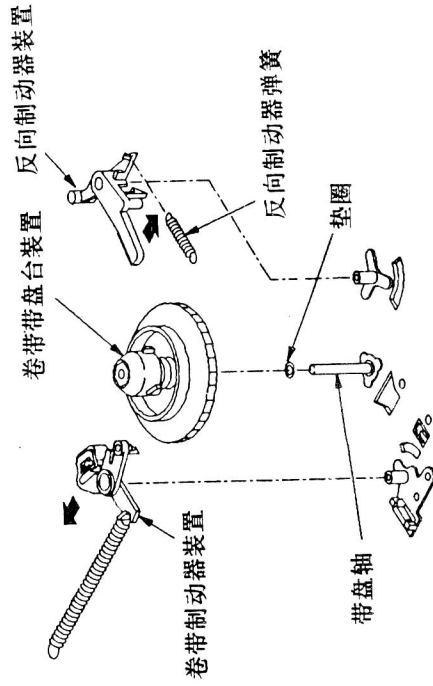

图48
- 步骤：①取下压带轮锁定弹簧；
②拔掉压带轮连接插头；
③取下压带轮装置；
④从反向制动装置上拆下反向制动弹簧，如图48所示；
⑤从主底板上取下反向制动器装置，按图48中箭头所示方向移动反向制动器，以便在主底板上的较大孔处取下制动器装置；
⑥取下收带盘台装置；
⑦由于轴承粘有油污，垫圈可能粘在收带盘台装置上，应同时取下且不要丢失；
⑧用清洁工具清洁带盘轴，待晾干之后，再滴加1~2滴油；
⑨更换新的收带盘台装置。
- (12)直接传动齿轮装置的拆装